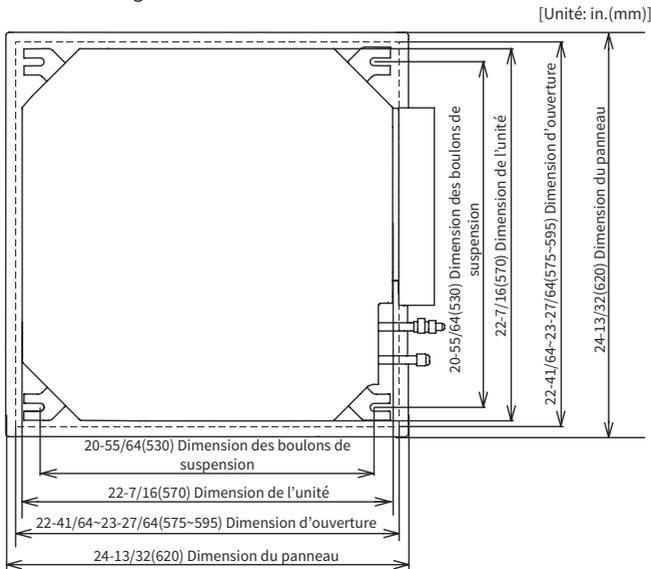

Fig. 3.3 Ouverture dans le faux plafond et tiges de suspension
2. Découpez l'espace pour l'unité intérieure dans le faux plafond et installez les tiges de suspension, comme illustré dans la Fig. 3.3.